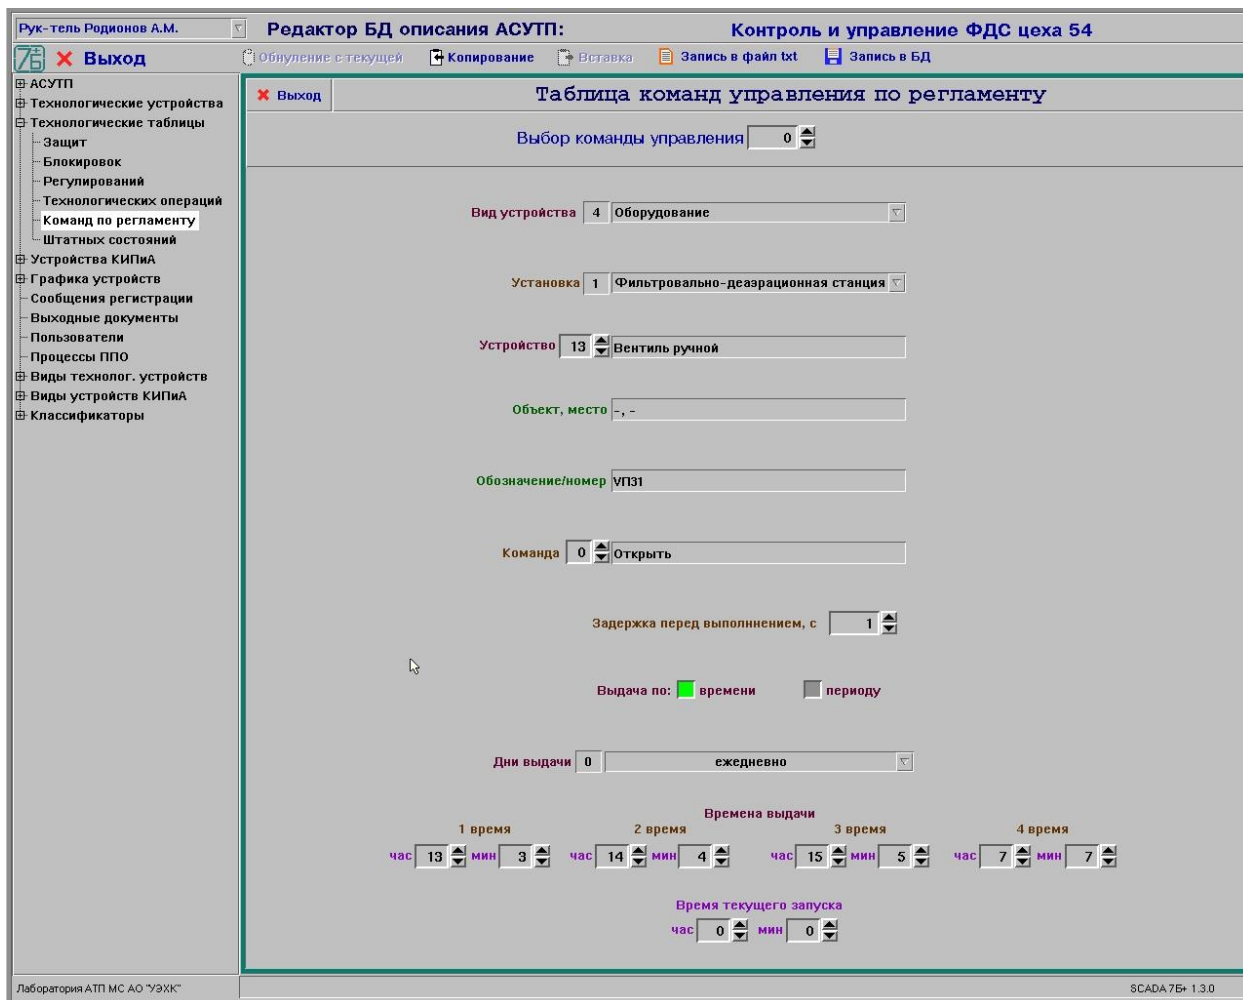

Рисунок 29 - Окно редактирования параметров команд управления по регламенту
8.19.1 После выбора в иерархическом списке темы «Команд по регламенту» (группа тем «Технологические таблицы») на экране будет отображено окно редактирования таблицы команд управления по временному регламенту (см. рис. 29).